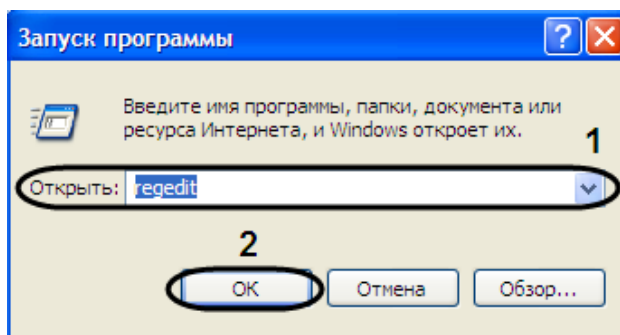

Рис. 11.3-1. Диалоговое окно «Запуск программы»
1. Вызвать диалоговое окно «Запуск программы» либо, зайдя в меню «Пуск» и выбрав пункт меню «Выполнить», либо с помощью комбинации клавиш «WIN»+«R» (Рис. 11.3-1).